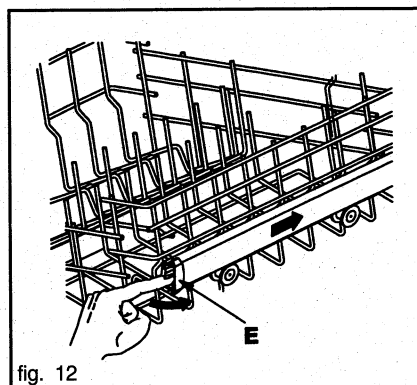
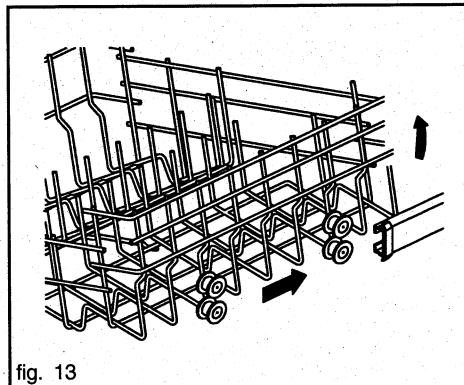

fig. 12
fig. 13
*Tirer le panier à fin de course, tourner de 90° l'arrêt "E" de la glissière droite (fig.12), pousser la glissière à l'intérieur de la machine et introduire (après avoir levé le panier) les deux roues plus basses dans la glissière (fig.13); remettre l'arrêt dans la position de départ.*